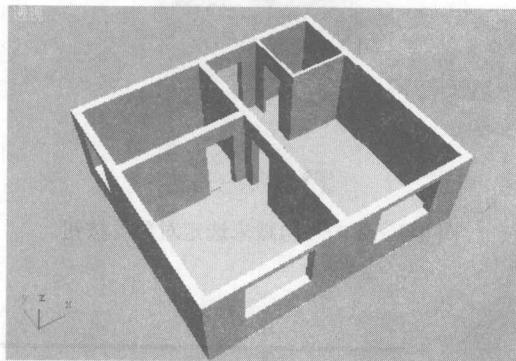

图 3-2 打开“踢脚线 01.max”文件
**1** 运行 3ds max 9.0，在菜单栏执行“文件”/“打开”命令，出现“打开”对话框。从该对话框中打开本书在网上的实例“建筑构件/室内建筑构件/实例 3：踢脚线/踢脚线 01.max”文件。如图 3-2 所示。